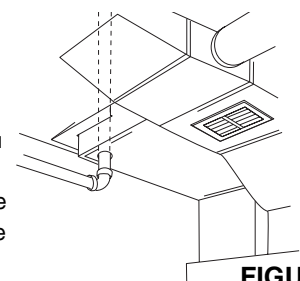

FIGURE 6
Le conduit de reprise d'air froid. Un conduit de reprise d'air froid fournit souvent un parcours direct du sous-sol aux autres niveaux de la maison. Voyez la figure 6. Il est facile de découper les conduits pour y faire passer les tuyaux. Il suffit de sceller l'extérieur du tuyau en terminant l'installation.
6. Découpez un trou de 6,35 cm de diamètre dans la plaque d'assise, collecteur ou le montant directement en ligne avec l'ouverture du raccord du support de prise. **Voyez la figure 6 pour les dimensions de la ligne centrale.**